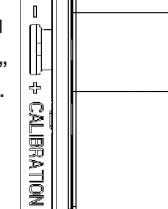

Figura 1
8. Es posible que el atenuador requiera ajuste a baja intensidad para encender lámparas o eliminar fluctuaciones en las bombillas. Para ajustar, DESCONECTE LA ALIMENTACIÓN DEL CIRCUITO y quite la placa de pared. Con un destornillador pequeño aislado de punta plana, ajuste la rueda del potenciómetro que es accesible a través de la ranura (marcada "CALIBRATION") situada sobre la banda (Figura 1). Gire la rueda **hacia abajo para aumentar** la intensidad mínima de la luz y gire la rueda **hacia arriba para disminuir** la intensidad de la luz. Luego, instale la placa de pared, restaure el suministro eléctrico y realice una prueba. Repita lo anterior según sea necesario.